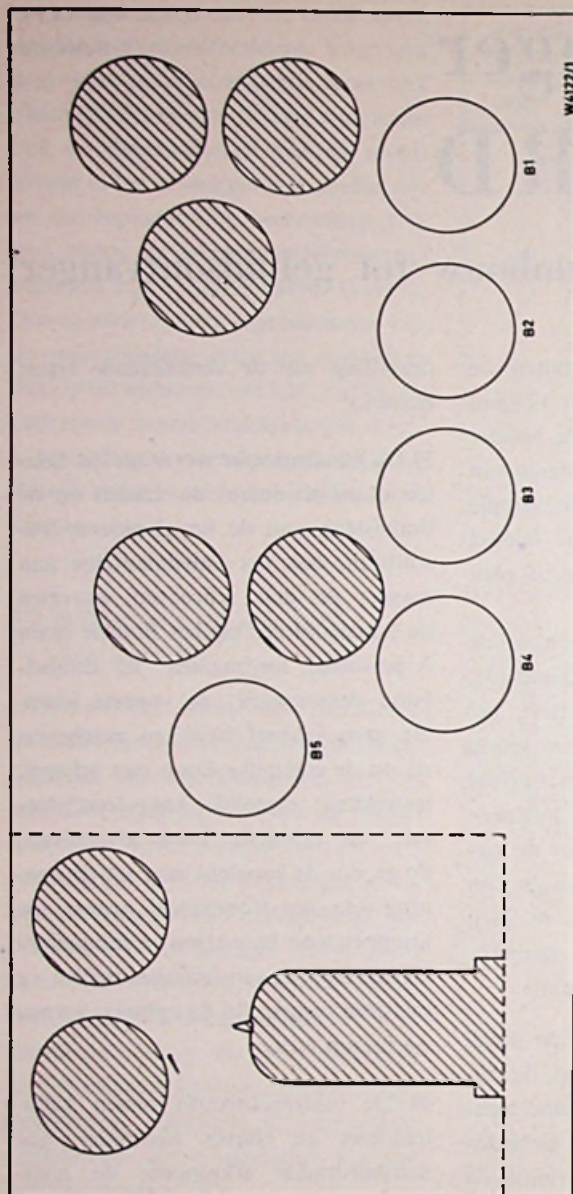

Fig. 1. Alleen de novalhouders B1 t/m B5 blijven op het chassis
11) Zeven buishouders verwijderen: PL81, PY81, 2 x PCF80 (naast de elco), 2 x PY82, de PL82 (naast de 2 stuks PY82). Zie *afb. 1*. Met een passend boortje de holnietjes van de buishouders draaien. Het is van groot belang dat we de aangegeven buishouders verwijderen. We boren uitsluitend aan de chassisbovenzijde.